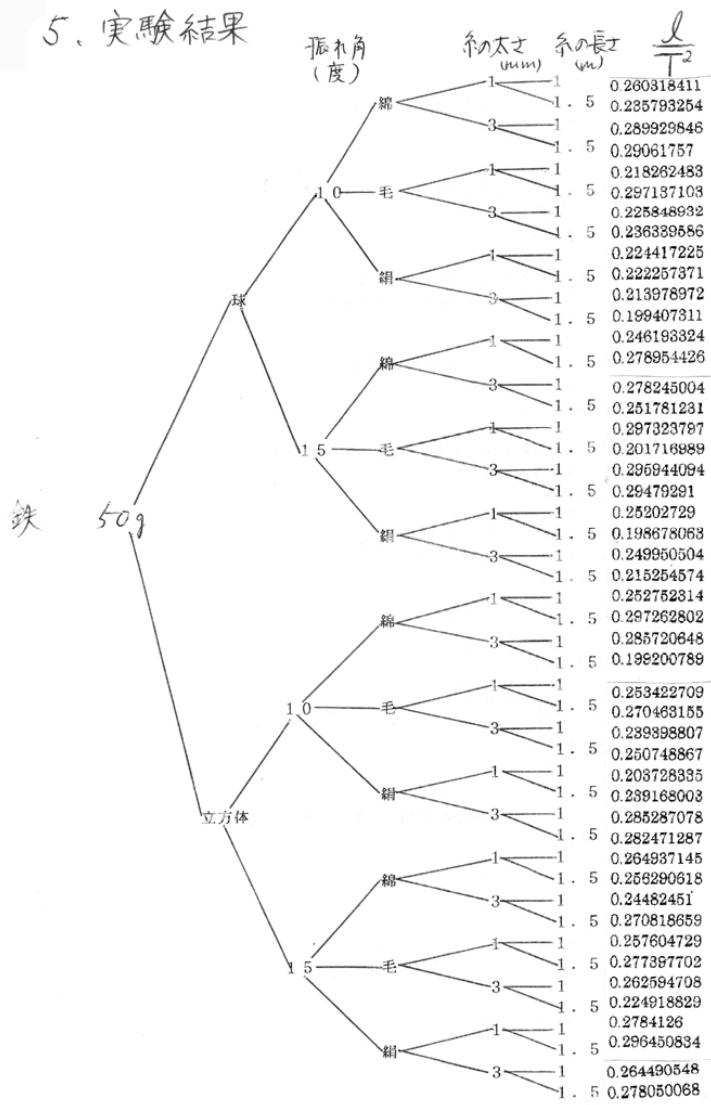

図2. さまざまな測定条件
4. 様々な測定条件（錘の質量や糸の長さ、材質、振り角）200通り以上の条件の組合せでの測定（図2）